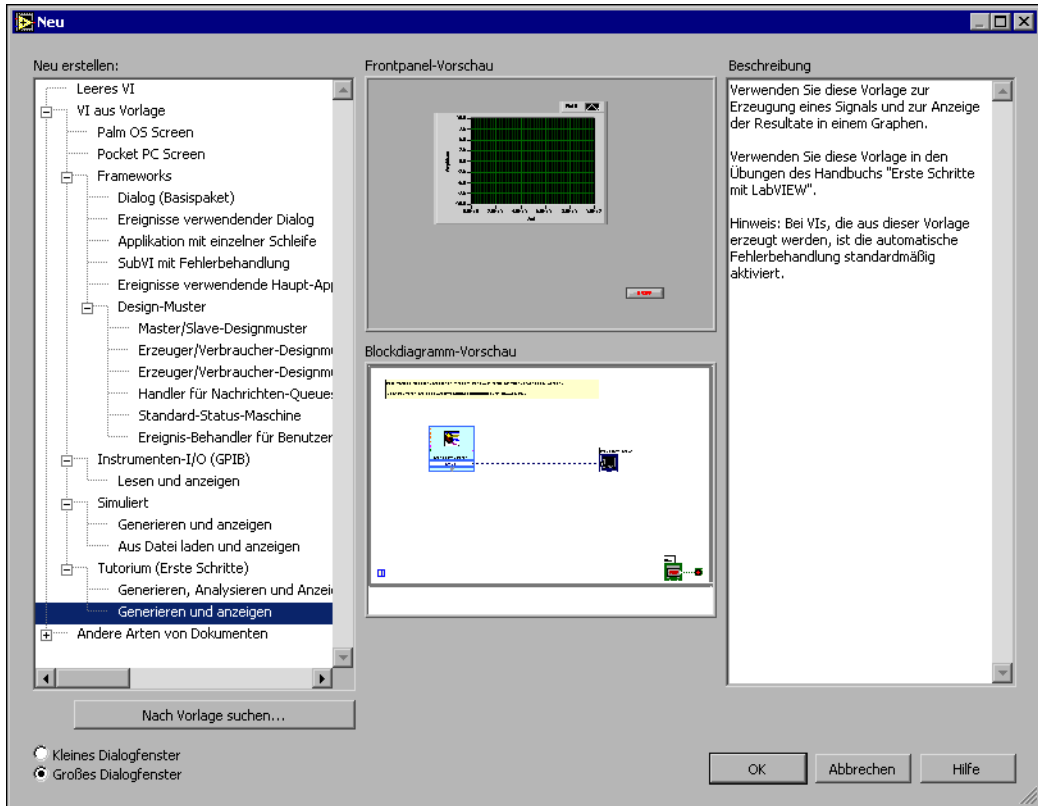

Abbildung 1-3. Das Dialogfeld "Neu"
3. Wählen Sie hier nun links in der Liste **Neu erstellen** die Option **VI aus Vorlage»Tutorium (Erste Schritte)»Generieren und Anzeigen** aus. Diese VI-Vorlage dient zur Erzeugung und Darstellung eines Signals. Es erscheinen nun zwei Vorschaufenster, und zwar die **Frontpanel-Vorschau** und die **Blockdiagramm-Vorschau**. Abbildung 1-3 zeigt das Dialogfeld **Neu** mit die VI-Vorlage "Generieren und Anzeigen".